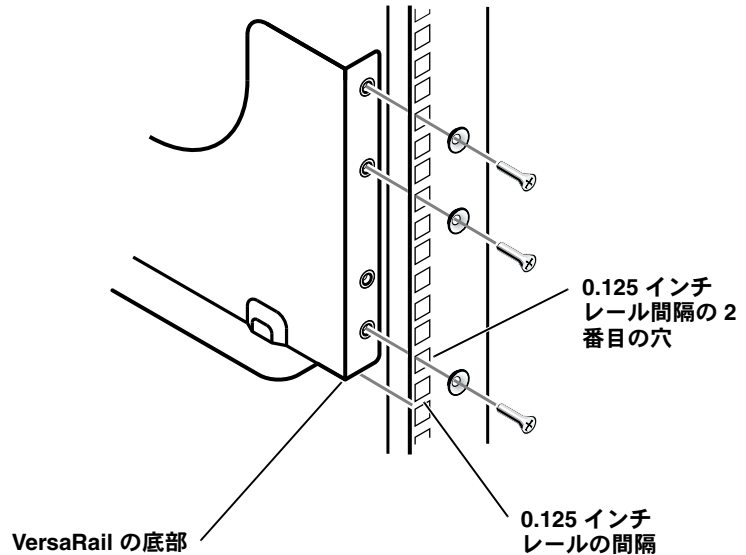

図 5-2. VersaRail の位置合わせ
2. ラックの前部にある縦レールと VersaRail の位置を合わせます (図 5-2 を参照)。
3. VersaRail の取り付けフランジをラックの前部縦レールの内側に合わせ、VersaRail の底部がラックの前部縦レールの 0.125 インチ間隔に接合するようにします (図 5-2 を参照)。
メモ： 図 5-2 に示すように、必ず取り付け穴を使用して VersaRails の前部をラックに固定してください。VersaRail 底部から 2 番目の取り付け穴は、システムをラックに固定するのに使用します。